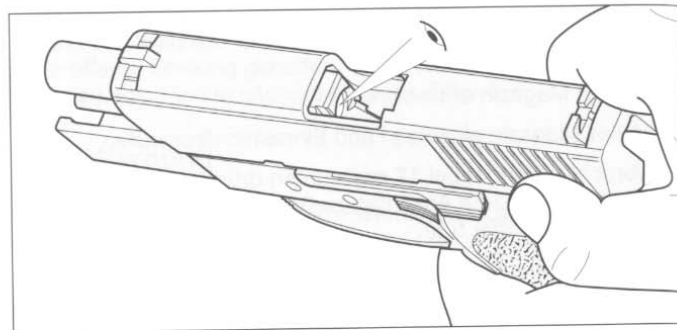

Abb. 3
5. Prüfen (visuell und manuell mit einem Hilfsmittel), ob die Patrone ausgeworfen wurde und sich keine Patrone im Patronenlager befindet (Abb. 3).
3. Kontrollieren (visuell und manuell mit einem Hilfsmittel), dass sich keine Patrone im Patronenlager befindet (Abb. 3).
3. Kontrollieren, dass sich keine Patrone im Patronenlager befindet (siehe Abb. 3, Seite 10).